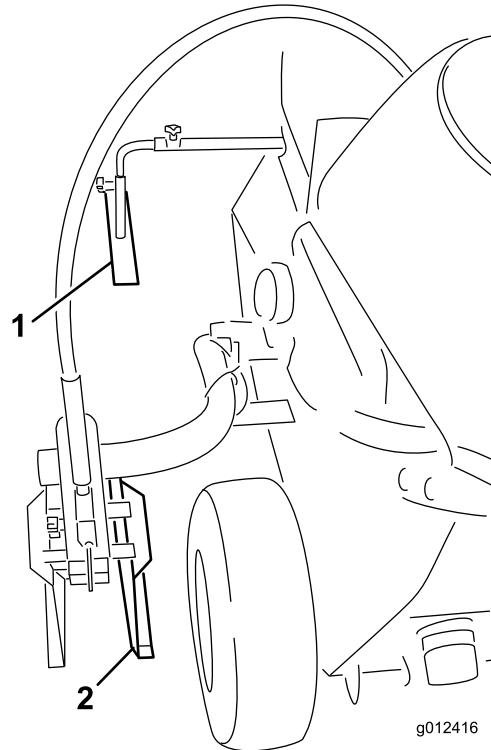

Figura 28
La guía (Figura 28) permite al operador alinear la máquina con una cuerda o con una línea pintada existente.
1. Afloje el tornillo que sujetla la guía (Figura 28) al tubo de montaje.